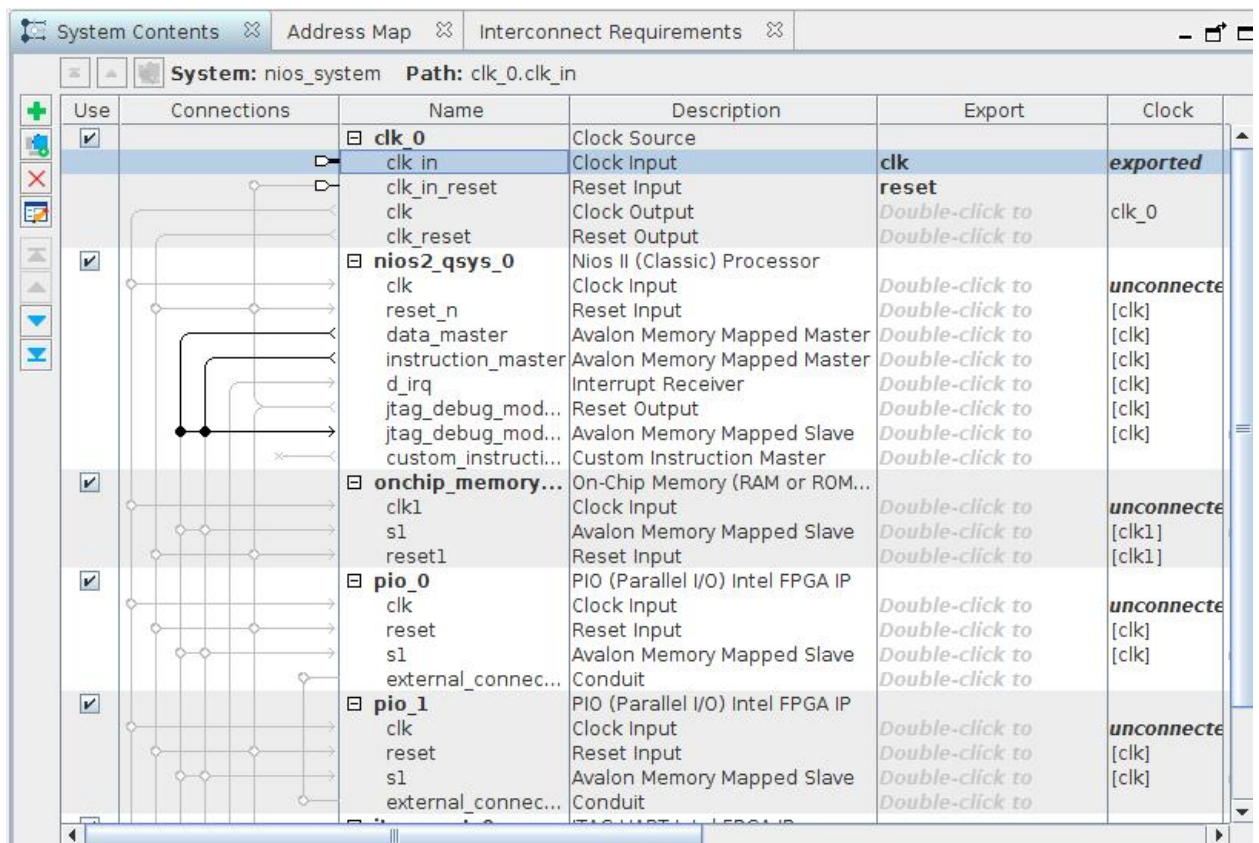

Рис. 13. Вигляд вікна System Contents
8. У вікні **System Contents** відобразяться додані компоненти, наявні та можливі зв'язки між ними (рис. 13).